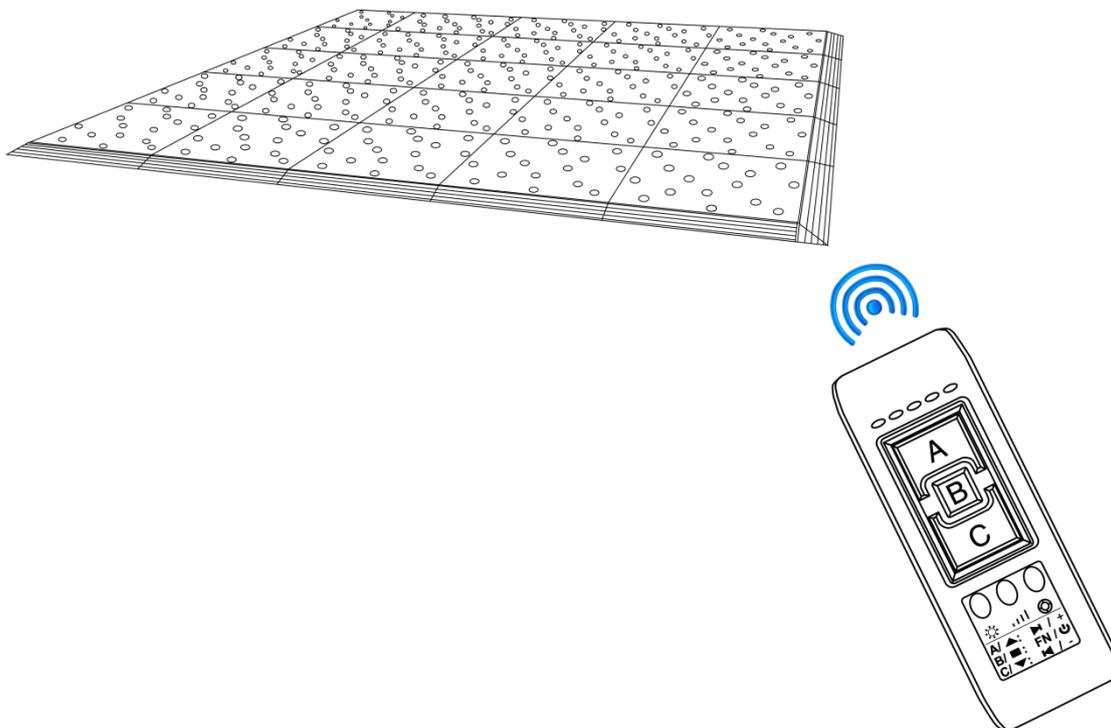

Abb. 11
- 02) Steuern Sie den Dancefloor mit der Fernbedienung (siehe Abbildung 11).